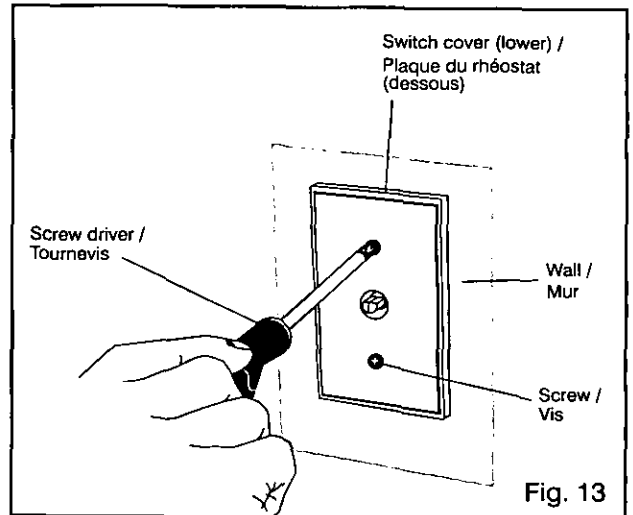

Fig. 13
11. Put the switch cover (lower) on the switch and secure the switch cover (lower) with screws. (Fig. 13)
11. Fixez la plaque de dessous du rhéostat avec deux vis. (Fig. 13)